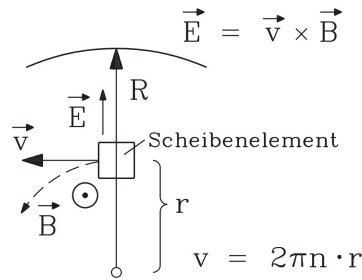

Abb.1.7-2: Bewegungsinduktion in einem Scheibenelement
2) Die Scheibe wird mit der Winkelgeschwindigkeit $\Omega_s = 2\pi \cdot n$ gedreht, während der Magnet ruht. Daher tritt Bewegungsinduktion auf, da der Leiter, nämlich die Scheibe, sich im Feld B bewegt. Der Magnet selbst ändert sein Feld nicht: $B = \text{konst.}$ Es tritt keine Ruhinduktion auf: $\partial B / \partial t = 0$. Die Geschwindigkeit $v = r \cdot \Omega_s$ jedes Punkts der Scheibe im Abstand r von der Drehachse ist im rechten Winkel zum Radiusstrahl (Einheitsvektor \vec{e}_r , $|\vec{e}_r| = 1$), also in Umfangsrichtung, orientiert. Das Magnetfeld \vec{B} tritt axial senkrecht durch die Scheibe und ist daher rechtwinklig zum Geschwindigkeitsvektor \vec{v} gerichtet. Daher ist die Bewegungsfeldstärke $\vec{E}_b = \vec{v} \times \vec{B} = v \cdot B \cdot \vec{e}_r$ radial von innen nach außen gerichtet (Bild 1.7-2). Folglich wird der äußere Rand der Scheibe positiv aufgeladen. Für die Bewegungsinduktion in einem Scheibenelement gemäß Bild 1.7-2 mit $v(r) = 2\pi \cdot n \cdot r$ und positiver Zählrichtung $d\vec{s} = d\vec{r}$ vom Scheibenmittelpunkt zum Scheibenrand folgt U_i für diese Bezugsrichtung gemäß